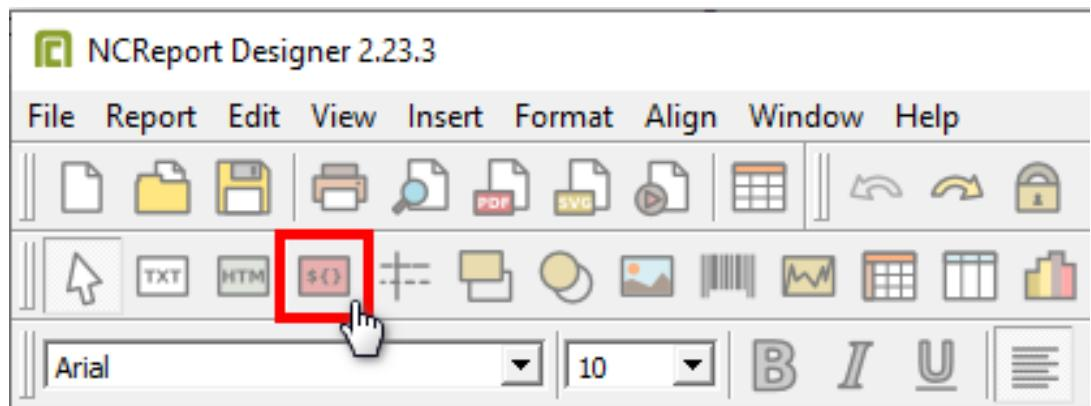

Рисунок 148 - Инструмент Field
- Выберите инструмент Field (Рисунок 148).